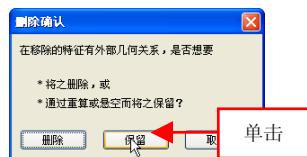

图 8-35 单击【保留】按钮
(4) 至合适位置后, 单击鼠标左键, 弹出【确认删除】对话框, 单击【保留】按钮, 如图 8-35 所示。